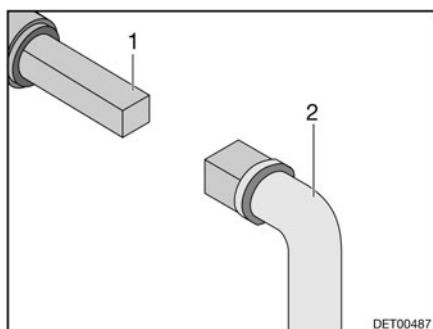

Fig. 217 Manejo del grifo para la eliminación de aguas residuales
- Insertar la llave (Fig. 217,2) en el cuadrado (Fig. 217,1).